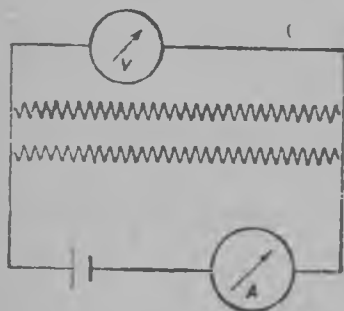

Рис. 58. Сопротивлениён параллельной ухтуттаине.
2. Ухтутаккиа испытывайдават сопротивлениат и включиккуа не схеман мугах (рис. 58).